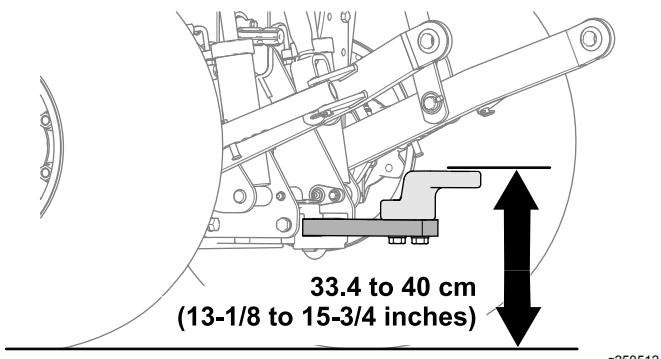

Figura 27
- Altura de trabajo: de 33,4 a 40 cm; consulte la Figura 27.